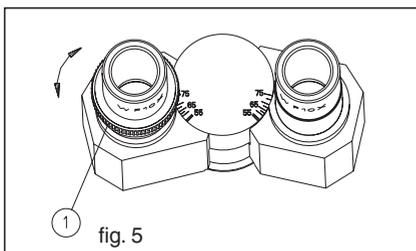

fig. 5
Coloque a amostra na platina. Rode a objetiva 40X para a posição de trabalho. Em primeiro lugar, observe na coluna direita com o olho direito, ajuste a focagem com o parafuso macrométrico e com o micrométrico para obter uma imagem clara. Em segundo lugar, observe na coluna esquerda com o olho esquerdo, ajuste o controle de dioptria ① para obter uma imagem clara. (Fig. 5).